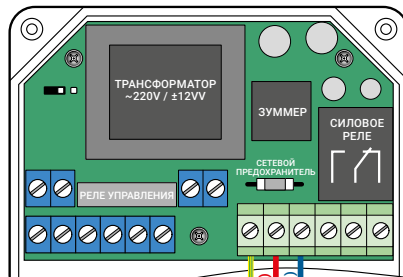

Рис. 4. Схема подключения кабеля питания 220 В к блоку управления
6.1. Рис. 4. Схема подключения кабеля питания к блоку управления. Клеммы для подключения питания 220 вольт: **L** – фаза 220 В; **N** – рабочий проводник; **PE** – защитный проводник (земля).